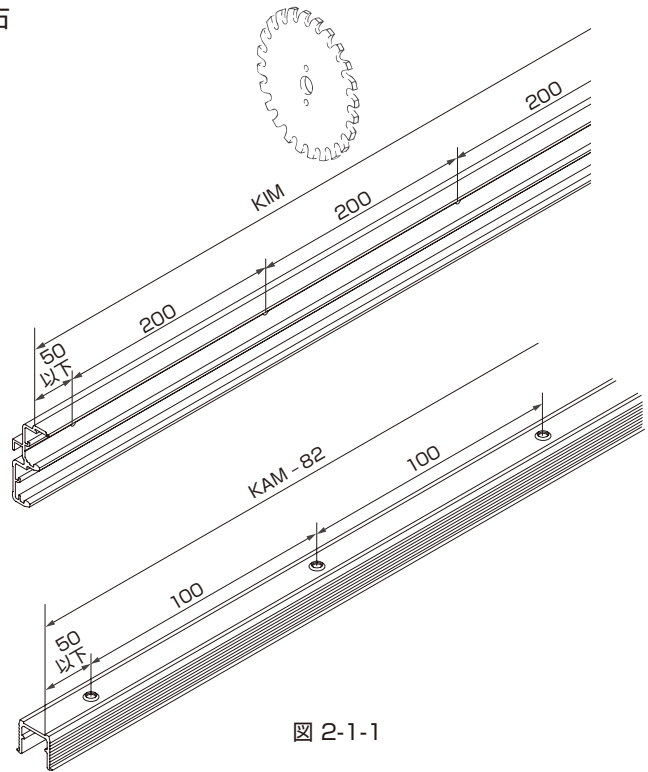

図 2-1-1
(1)ガイドレール(㉔または㉕)、レール(㉖または㉗)を右図のように切断し、穴加工を行う(図 2-1-1)。